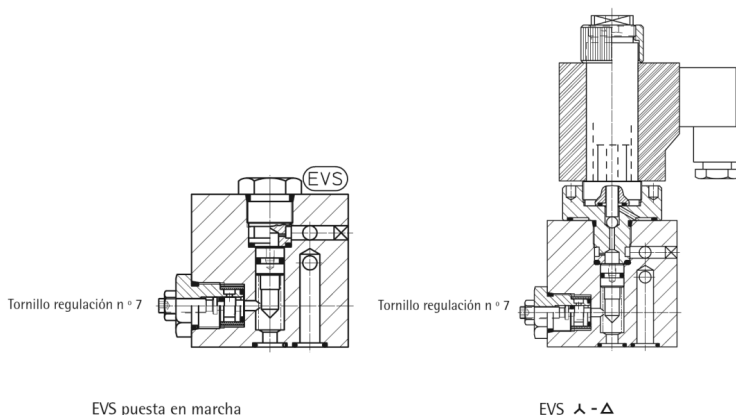

Fig. 50 – Secciones EVS con bobina y sin bobina
- Para las instalaciones con bobina EVS, desmontar el bloque Δ - Δ , desenroscar la parte mecánica de la bobina y agitarla fuertemente hacia delante y hacia atrás para verificar que el pistoncito de su interior puede moverse libremente (hay que agitar fuerte porque el pistoncito está frenado por un muelle); para las instalaciones sin bobina EVS, quitar el tapón EVS; en ambos casos limpiar el pistoncito de latón que hay debajo, limpiar las piezas desmontadas y volver a montar (ver Fig. 50).